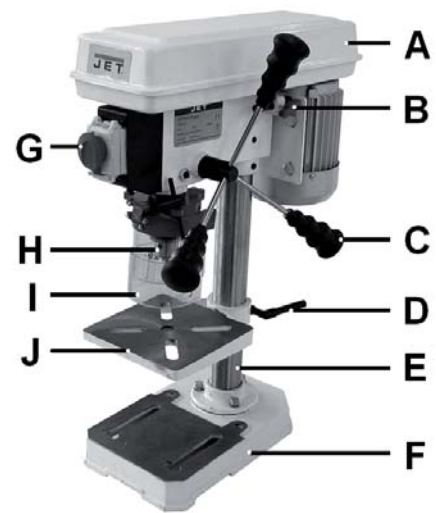

Рис. 1
- Встановіть стійку (B, Рисунок 1) на цоколь верстата (F).
- З шестиграних гвинтів (D) добре затягніть.
- Надягніть патрон (J, Рисунок 1) на конус шпинделя.
- Відкрутіть кріплення майданчика мотора (B, Рисунок 1).